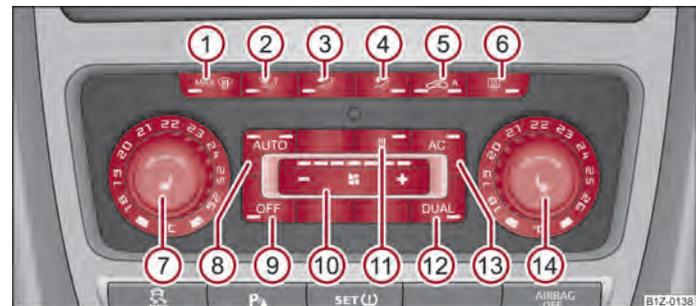

Fig. 95 Climatronic Elementos de accionamento
- Carregue na tecla (AUTO) ⇒ Fig. 95.
- Prima o botão (AC) → Fig. 95. Na tecla acende-se a luz de controlo.
- Carregando-se de novo no interruptor (AC) a refrigeração é desligada. A luz de controlo na tecla apaga-se. Fica apenas a funcionar a ventilação. Esta não permite atingir uma temperatura inferior à temperatura exterior.
- Depois de ligar a ignição, pode regular a temperatura para ambos os lados através do comando rotativo 7 → Fig. 95.
- Quando o pábrabrisas de sembaciar, carregue na tecla   ⇒ Fig. 95. Depois do pábrabrisas estar desembaciado, carregue na tecla **AUTO**.
- Carregue na tecla  ⇒ Fig. 95.